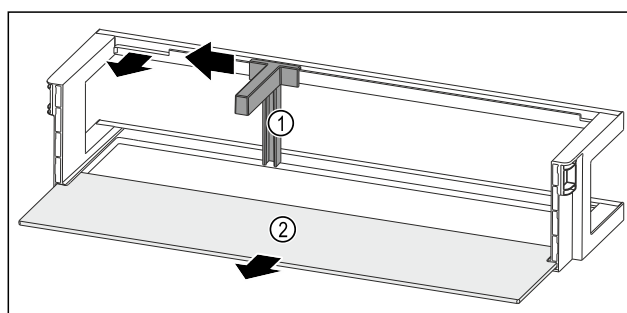

Fig. 132 Dveřní přihrádka s držákem lahví a odkládací plochou
- Držák lahví Fig. 132 (1) posuňte na stranu až k vybrání.
- Držák lahví Fig. 132 (1) odeberte.
- Odkládací plochu Fig. 132 (2) odeberte.